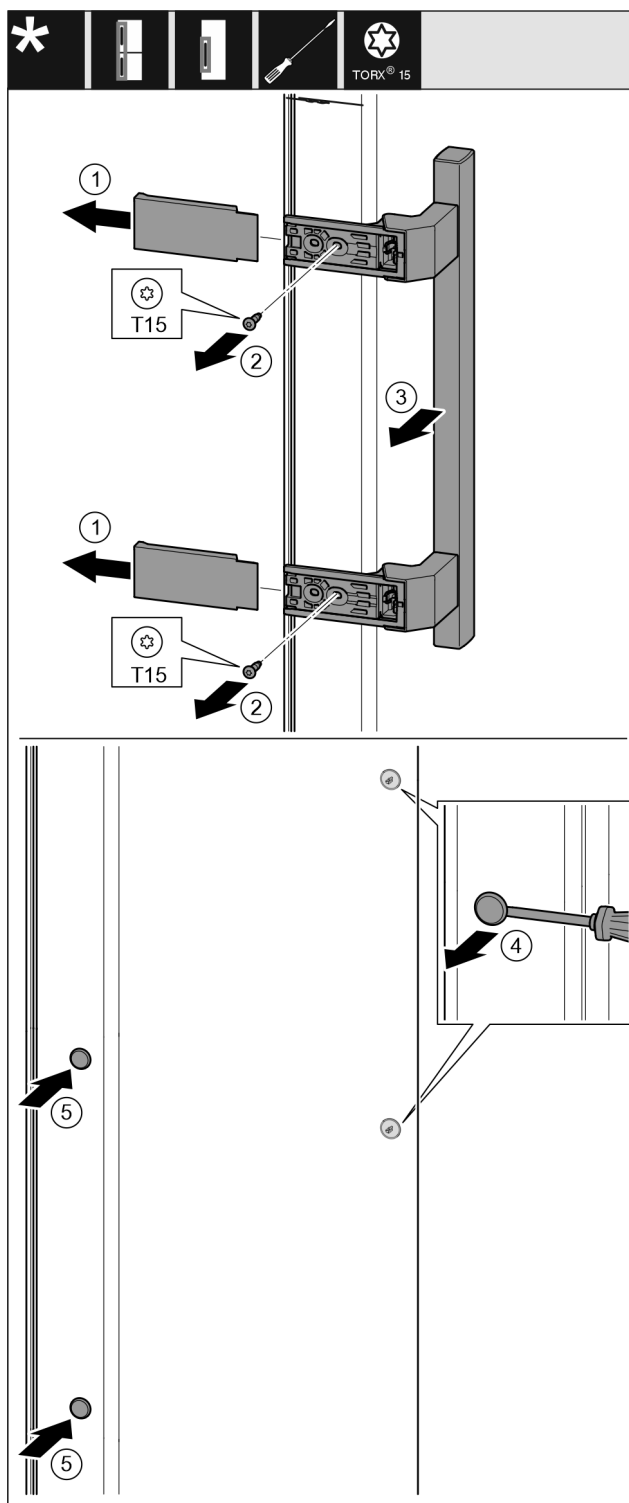

Fig. 16
- Stiahnite kryt. Fig. 16 (1)
- Skrutkovačom Torx 15 vyskrutkujte skrutky. Fig. 16 (2)
- Odoberte držadlo. Fig. 16 (3)
- Plochým skrutkovačom opatrne nadvihnite a vyberte bočnú zátku. Fig. 16 (4)
- Zátku opäť nasad'te na druhú stranu. Fig. 16 (5)